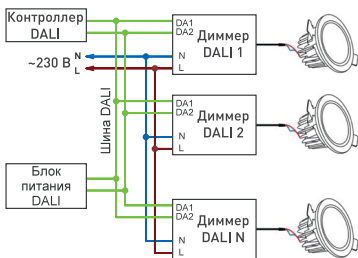
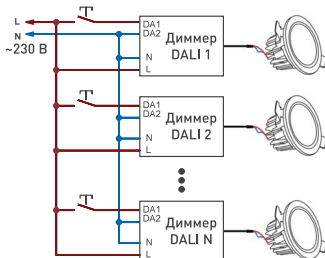

Рис. 2. Схема соединения диммируемых блоков питания при использовании управления DALI.
Рис. 3. Схема соединения диммируемых блоков питания при использовании управления Touch DIM.
- 3.5. Выполните подключение сигнала управления к клеммам DA1 и DA2 и проводов питания от сети ~ 220 В к клеммам L (фаза) и N (ноль) в соответствии с используемой схемой управления – DALI или Touch DIM (см. Рис. 2 и Рис. 3)